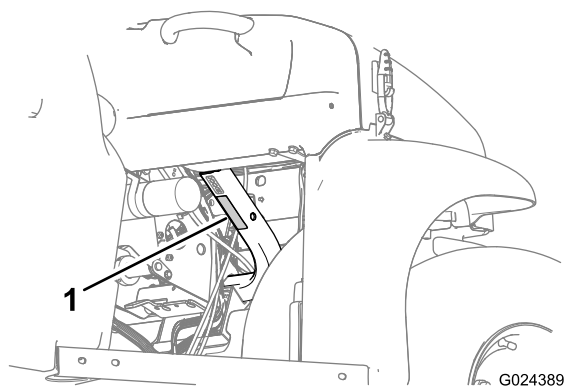

Figura 22
- Osservate la capacità di carico della macchina e limitate il peso del carico da trasportare nel pianale come descritto in Specifiche \(pagina 19\) e sull'etichetta del peso lordo del veicolo riportata sulla macchina (Figura 22).